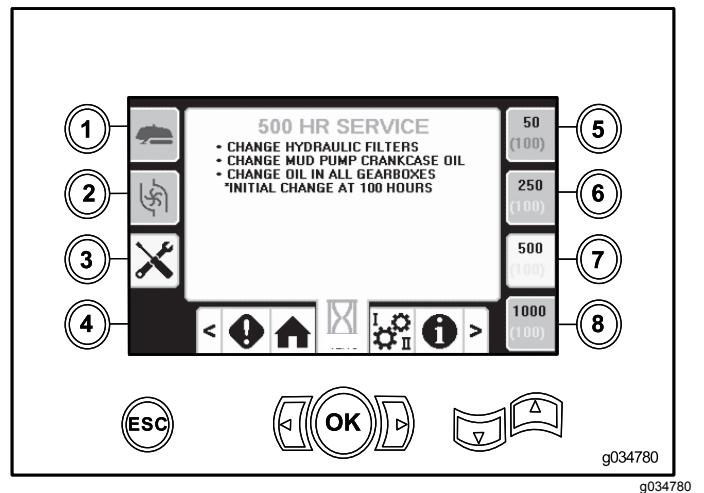

Figura 53
- Botão 7 – 500 horas (Figura 53)